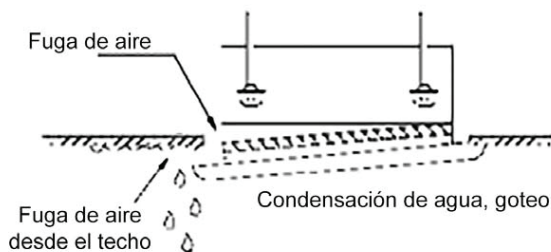

Fig. 2.14
- ①. Un mal ajuste de los tornillos puede causar problemas como se muestra en la Fig. 2.14.